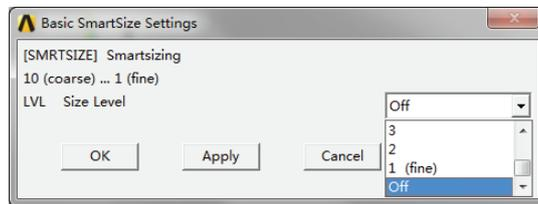

图 5-26 【基本智能单元尺寸设置】对话框
1) 【Basic】：基本智能尺寸控制，选择该菜单，弹出如图 5-26 所示的【基本智能单元尺寸设置】对话框。
基本智能尺寸控制功能提供了从“1”（fine: 精细网格）到“10”（Coarse: 粗网格）不同级别的单元尺寸级别，默认的智能尺寸级别为“6”。另外，也可以选择基本控制设置对话框选项中的“Off”来关闭智能尺寸功能。操作方法为，首先设置图 5-26 中的智能尺寸级别，然后在菜单路径【Main Menu】/【Preprocessor】/【Meshing】/【Mesh】下，选择【Free】（自由网格划分）进行网格划分。